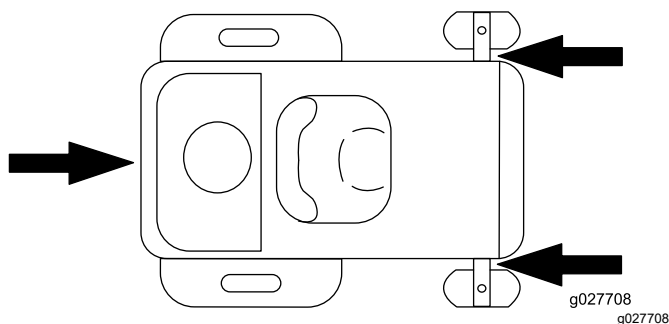

Bild 30
- Befestigen Sie die Maschine sicher mit Riemen, Ketten, Kabeln oder Seilen auf dem Anhänger oder Lkw. Verwenden Sie nur die vorgesehenen Befestigungspunkte am Mäher, wie in Bild 30 dargestellt. Verwenden Sie diese Stellen auch beim Transport des Mähers mit angebaute Zubehör. Die Verwendung nicht gekennzeichneten Stellen kann zu Schäden am Mäher und/oder am Anbaugerät führen.